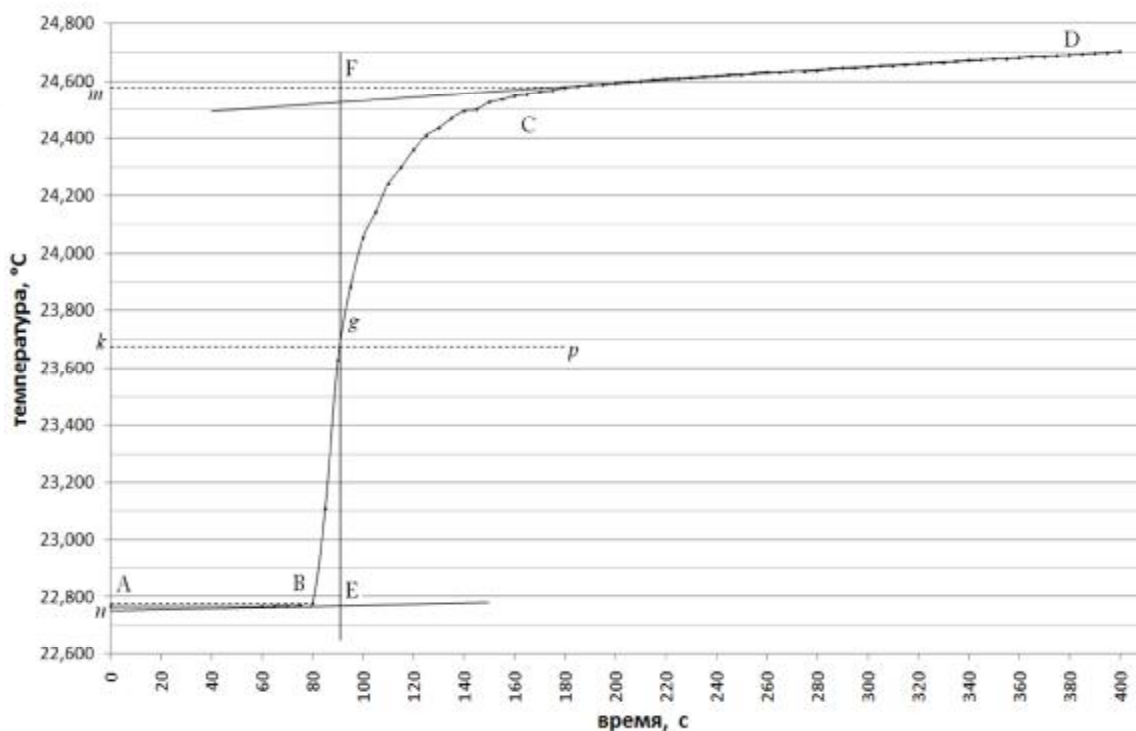

Рис. 16. Изменение температуры при растворении 2 г  $\text{CuSO}_4$  в  $100 \text{ см}^3$  воды
**Пример расчета теплоты растворения соли.** При растворении 2 г  $\text{CuSO}_4$  в 100 см3 дистиллированной воды действительное изменение температуры, определенное графическим методом (рис. 16), составило 1,78 °С. Постоянная калориметра равна 33,32.